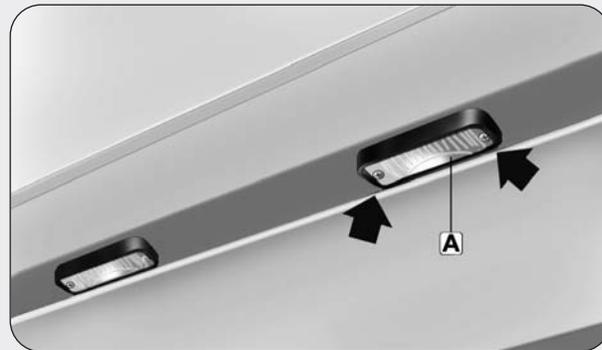

fig. 9
- ❑ Svitare le due viti di fissaggio e rimuovere la luce targa **A** - **fig. 9**.